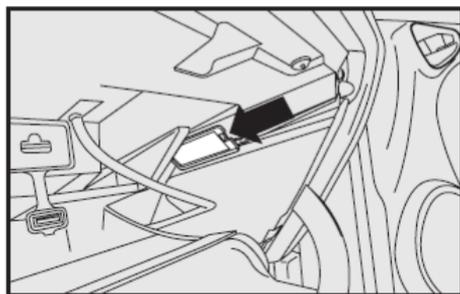

fig. 29
- Sacar el porta lámpara actuando en el punto indicado por la flecha fig. 29;